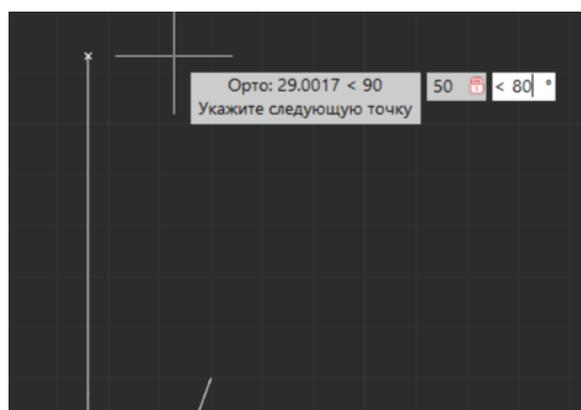

Рис. 3.31
2. Проводим отрезок 1-9 высотой 100 мм (0.100) и под углом a (в нашем случае 80°) проведем отрезок 9-8 длиной 50 мм. (рис. 3.31)